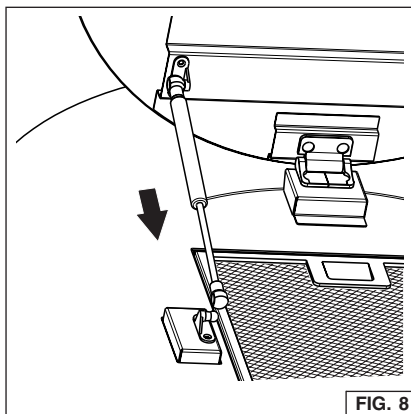

FIG. 8
2. Tirez sur chaque cylindre pour les déployer. Fig. 8.